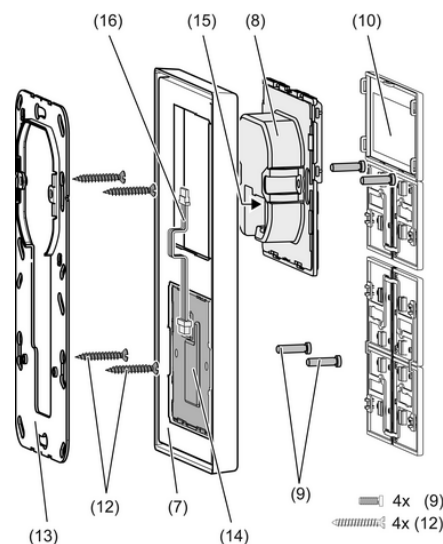

Рисунок 3: Монтаж с расширительным модулем датчиков касания
При использовании расширительного модуля датчиков касания (рисунок 3): предпочтителен вертикальный монтаж. Использовать большое опорное кольцо (13). При монтаже только в одной розетке для скрытого монтажа нижние винты утопить в стене, например с отверстием $\varnothing 6 \times 10$ мм. Опорное кольцо использовать в качестве шаблона.
- Опорное кольцо (6) или (13) установить в правильном положении на розетку прибора. Учитывать маркировку **TOP** = Верх; маркировка **A** или **B** спереди. Использовать исключительно прилагаемые винты для розеток (12).
- Установите рамку (7) на опорное кольцо.
- Расширительный модуль датчиков касания: установите соединительный провод (16) в правильном положении в гнезде (15) прибора. Не допускать раздавливания соединительного провода (рисунок 3).
- Подсоедините модуль регулятора (8) с помощью контактного зажима KNX (11) к KNX и установите на опорное кольцо.
- Закрепите прибор (8) и расширительный модуль датчиков касания (12) на опорном кольце с помощью прилагаемых пластиковых винтов (9). Не затягивать пластмассовые винты слишком сильно.
- Перед монтажом кнопок (10) загрузите физический адрес в прибор .